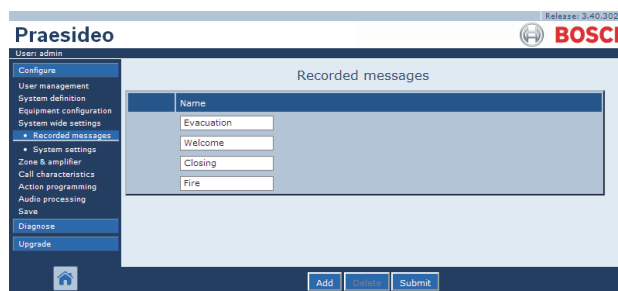

figure 45.5 : Consignation d'un message, étape 4
- 4 Cliquez sur le bouton *OK* pour ajouter le message enregistré à la liste des messages enregistrés consignés. Un écran semblable à celui de la figure 45.5 s'affiche dans le cadre principal de l'interface Web.